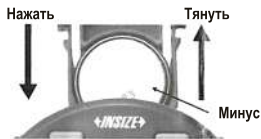

Рис. 1
1. Установите и извлеките батарею (CR2032), сторона с отрицательным зарядом батареи должна быть обращена наружу (рис. 1).